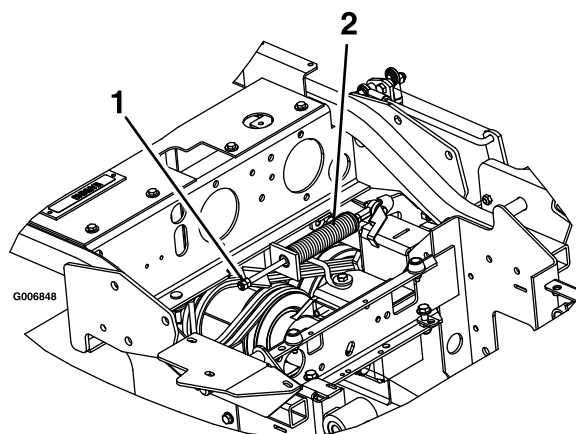

Figure 65
3. Localisez le ressort de frein et vissez les 2 écrous de blocage au bout de la tige du ressort (Figure 65).